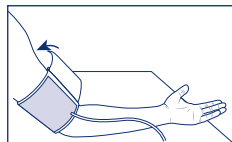

Figura 2
- Tirare quindi l'estremità libera del bracciale in modo che si tenda completamente e chiudere il velcro (Figura 2). Stringere il bracciale in modo che sia ancora possibile infilare 2 dita tra il braccio e il bracciale.